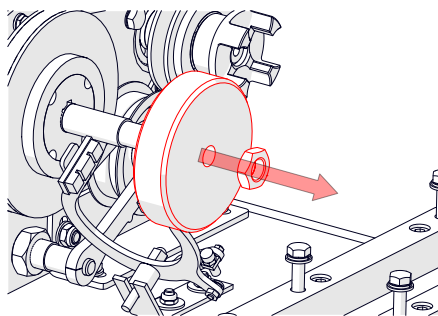

Fig. 15E – Remova o disco do travão.
6. Remova o disco do travão [chave inglesa de 24 mm] (Fig. 15E).